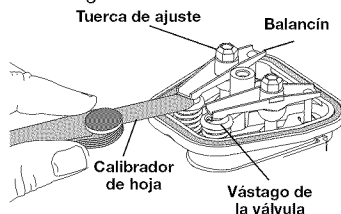

Fig. 22
- Deslice el calibrador de hoja entre el balancín y el resorte de retorno de la válvula. Mida la holgura entre el vástago de la válvula y el balancín (Fig. 22). Mida tanto las válvulas de admisión como las de escape.
- Gire la tuerca de ajuste utilizando una llave de 5/16 de pulgada (8 mm) o un impulsor de tuercas (Fig. 22).